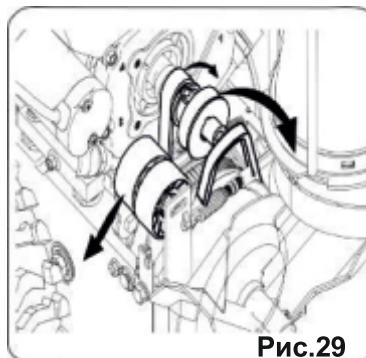

Рис.29
- c. Снимите приводной ремень со шкива двигателя (Рис. 29).